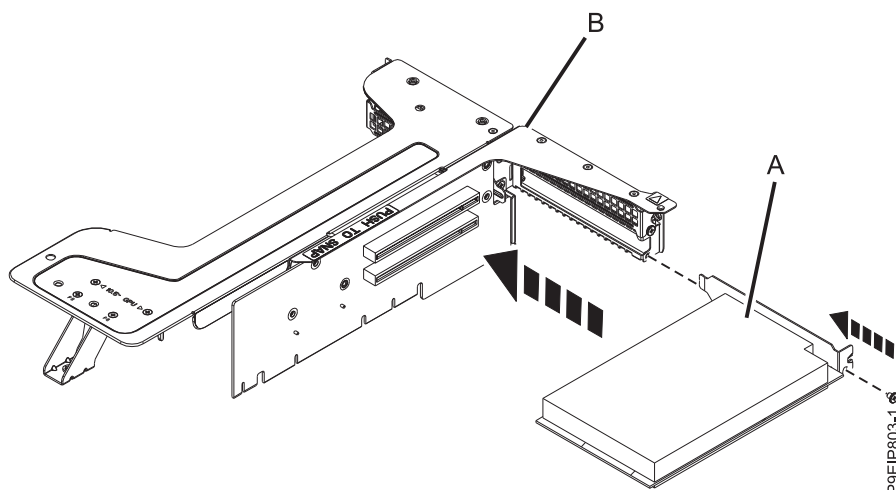

Figura 55. Inserindo um adaptador na posição 1 do riser PCIe
- f. Insira o adaptador PCIe (A) na posição 1 do riser do adaptador PCIe (B), conforme mostrado na Figura 55 na página 89.